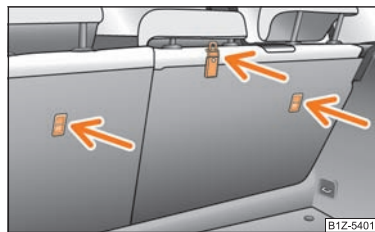

Fig. 150 Scaunul din spate: Top Tether
În unele țări, legea impune echiparea scaunelor din spate cu inele de fixare pentru scaunele pentru copii cu sistem „Top Tether” ⇒ fig. 150.
- Fixai scaunele pentru copii cu sistem „Top Tether” numai în locurile special prevăzute ⇒ pagina 156, fig. 150.